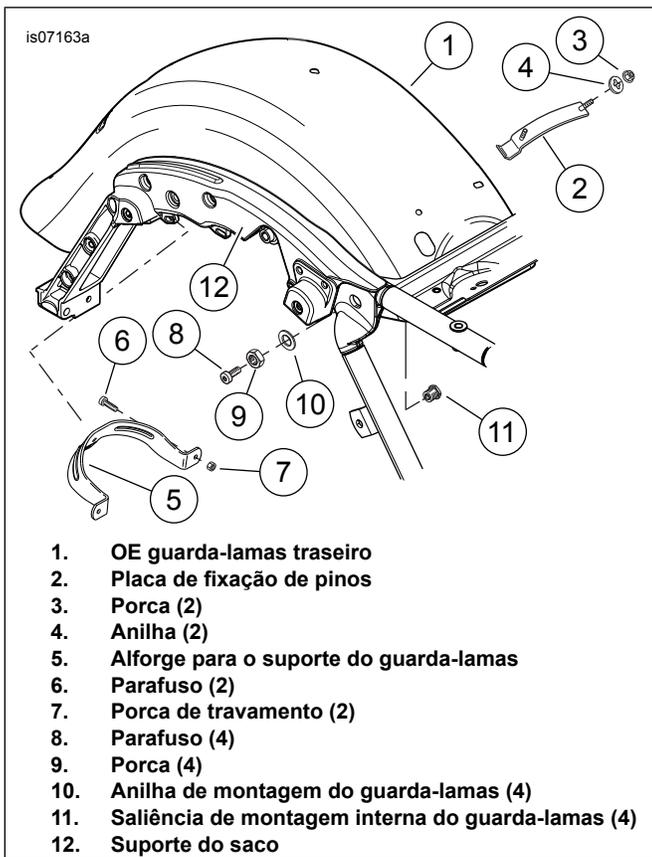

Figura 1. Remover os itens do guarda-lamas traseiro
2. Ver a Figura 1. Remover os seguintes itens do Equipamento original (OE) guarda-lamas (1). Deixar de lado, para poder utilizá-los numa fase posterior da instalação no **novo** guarda-lamas:
- a. Placa de fixação de pinos (2), duas porcas (3) e duas anilhas (4) na parte da frente do guarda-lamas.
- b. Alforge para o suporte do guarda-lamas (5), dois parafusos (6) e duas porcas de bloqueio (7) na parte traseira do guarda-lamas.
- c. Suportes do alforge (12).
1. Ver a Figura 1. Instalar a **nova** saliência de montagem do guarda-lamas (11), desde o interior, através de um dos quatro orifícios nas laterais do guarda-lamas.
2. Colocar uma anilha (10) nas roscas da saliência e apertar com uma porca (9). Aperte.